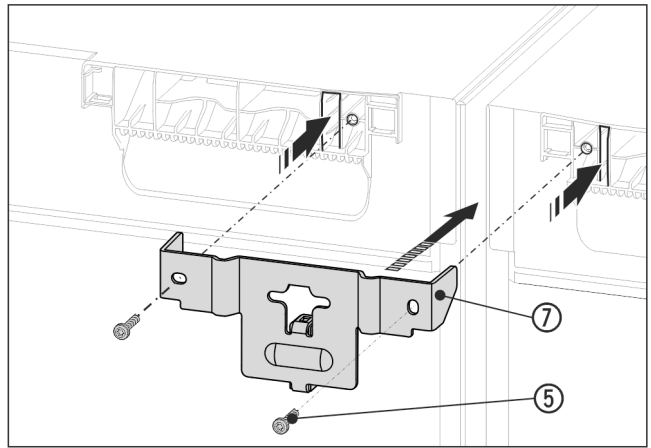

Fig. 13 Rappresentazione esemplificativa
- Spingere la squadretta Fig. 13 (7) con il distanziale fra le apparecchiature e con le linguette nella copertura dell'apparecchiatura. Serrare con 2 viti Fig. 13 (5).